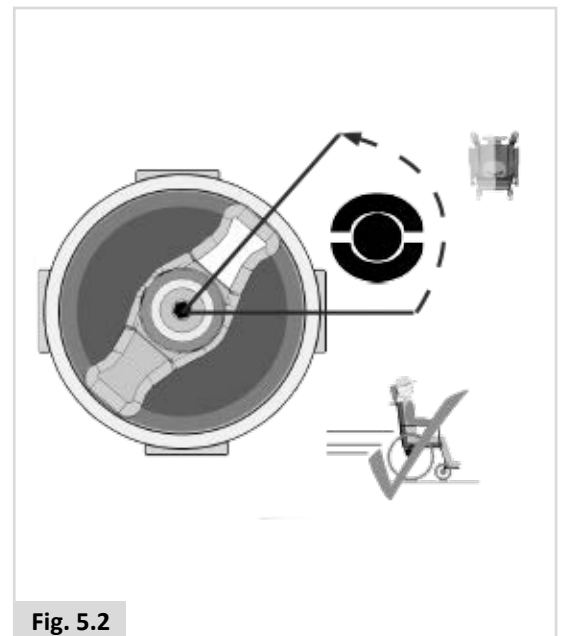

Fig. 5.2
1. For å kjøre rullestolen. (Fig. 5.2)